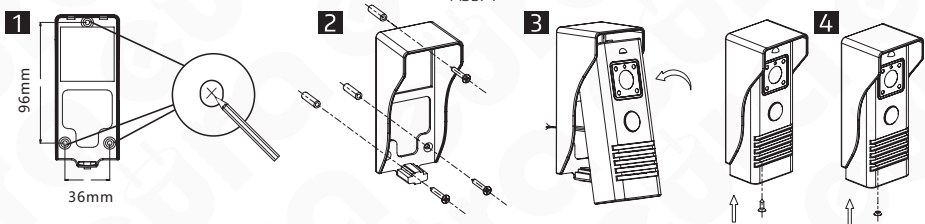

Abb. 5
2. An der Wand, durch die drei Löcher in der Unterseite des Regenschutzes, die Positionen für die Montagdübel markieren (Abb. 5, Pos. 1).
3. Bohren Sie an den markierten Stellen 3 Montageöffnungen 0,5mm, stecken Sie anschließend 3 Montagdübel in die Öffnungen (Abb. 5, Pos. 2).
4. Mithilfe der 3 Befestigungsschrauben den Regenschutz an der Wand befestigen (Abb. 5, Pos. 2).
5. An die Kassette sind 4 Adern der Leitung anzuschließen, die zum Bildschirm verlaufen. Dann ist die Kassette in dem früher an der Wand montierten Regenschutz zu positionieren (Abb. 5, Pos. 3).
6. Untere Befestigungsschraube nachziehen* (Abb. 5, Pos. 4).